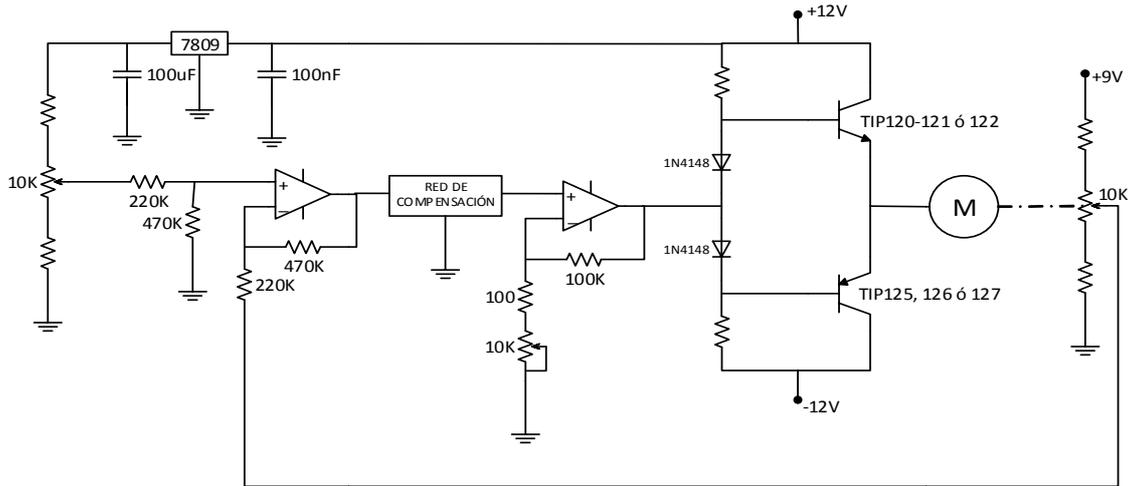
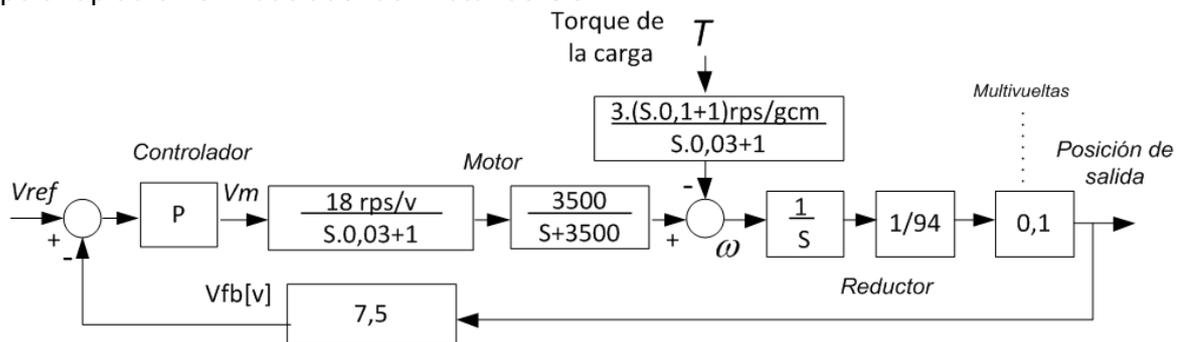

Figura 1: Esquema eléctrico del Sistema de control de posición
Figura 2: Diagrama de bloques del sistema de control de posición
En la figura 1 se repite el circuito electrónico del sistema de control de posición usado en el TP.5, con la diferencia de que ya no usa el simple "controlador proporcional" sino que incorpora un "compensador serie".
A.1. El diagrama de bloques de la Figura 2 corresponde cualitativamente al sistema y circuito de la Figura 1. A diferencia del modelo utilizado en el Tp. 5, aquí se ha incluido un polo rápido en el modelado del motor de CC.